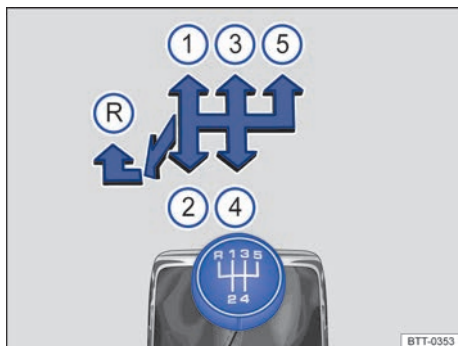

Fig. 129 Esquema de un cambio manual de 5 marchas.
En la palanca de cambios están representadas las posiciones de cada una de las marchas \Rightarrow fig. 129 o \Rightarrow fig. 130.
- Mueva la palanca de cambios completamente hacia la izquierda y después hacia delante para situarla en la posición de la marcha atrás \Rightarrow fig. 129 o \Rightarrow fig. 130 .